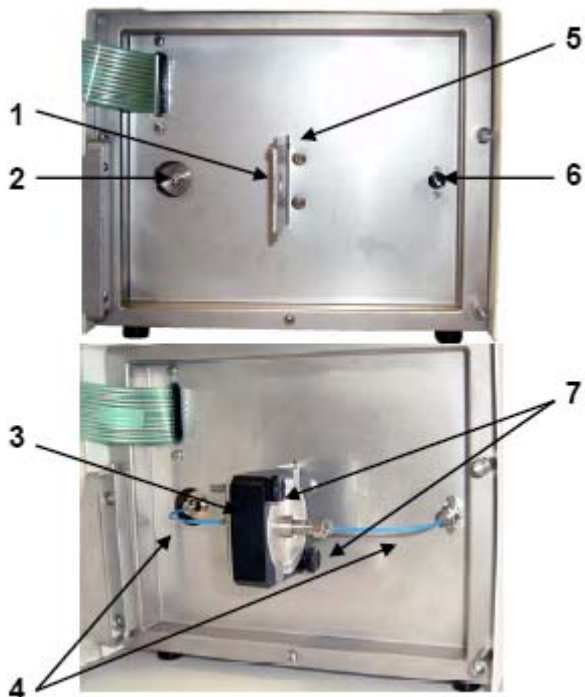

Рис. 10 Установка проточной ячейки
2. Согласно рис. 10 присоедините проточную ячейку (3) к держателю ячейки (1) двумя винтами из комплекта поставки (7), выход ячейки должен находиться в верхней ее части, фиксирующее углубление задней стороны ячейки должно быть совмещено с соответствующим металлическим штырьком (5) держателя ячейки. (Проточные ячейки KNAUER имеют маркировку “I” возле входного отверстия и “O” – возле выходного. Для ячеек подобного типа недопустимо менять вход и выход местами, это приведет к возрастанию шума и ухудшению результатов. Для всех других проточных ячеек вход и выход идентичны).
3. Соедините детектор (подсоединения для входа и выхода (2) и (6)) и проточную ячейку двумя короткими оптоволоконными кабелями (4) из комплекта поставки детектора.